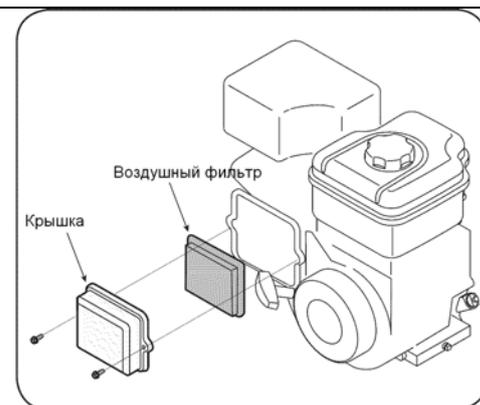

Рис.12
2. Откройте крышку и извлеките фильтрующий элемент (смотри рисунок 12).